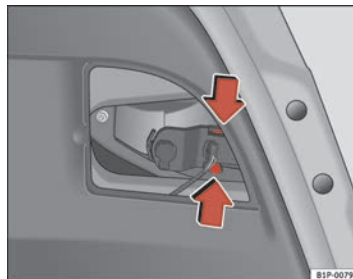

Fig. 174 Desmontagem do porta-lâmpadas
- Retirar o porta-lâmpadas, pressionando as patilhas de fixação e tirando-o para fora ⇒ página 270, fig. 174.